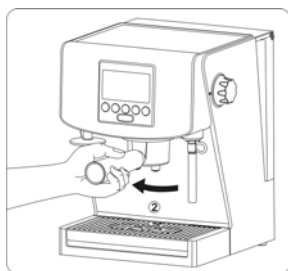
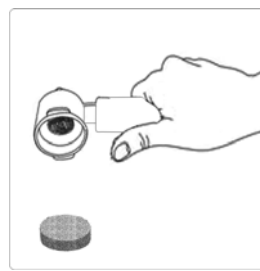
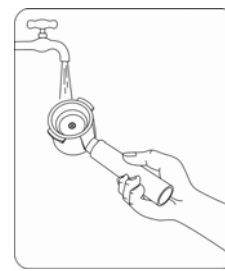

Рис. 5
Рис. 6
Рис. 7
- 11.18. Сними ручку фильтра, поворачивая его в левую сторону (Рис. 5), а потом выкинь использованный пакетик или кофейную гущу (Рис. 6). Очисти фильтр используя воду (Рис. 7).
- 12.17. Сними ручку фильтра, поворачивая его в левую сторону (Рис. 5), а потом выкинь использованный пакетик или кофейную гущу (Рис. 6). Очисти фильтр используя воду (Рис. 7).
- 13.14. Сними ручку фильтра, поворачивая его в левую сторону (Рис. 5), а потом выкинь использованный пакетик или кофейную гущу (Рис. 6). Очисти фильтр используя воду (Рис. 7).